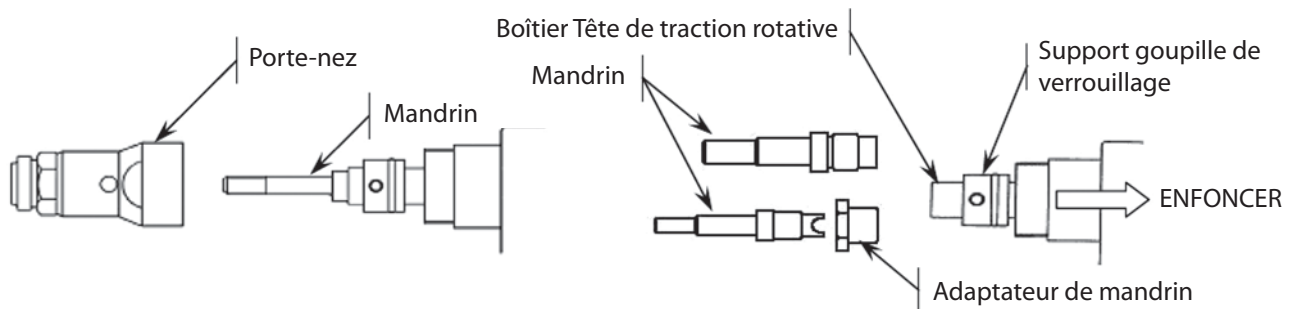

Figure 5 : Installation du mandrin
3. Retirez le porte-nez de l'outil pour mettre le mandrin et le boîtier de la tête de traction rotative à nu (Figure 5).